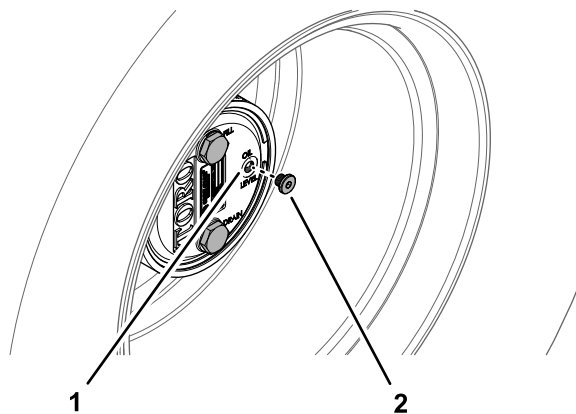

Рисунок 66
2. Снимите пробку контрольного отверстия, расположенную в положении «3 часа» (Рисунок 66).